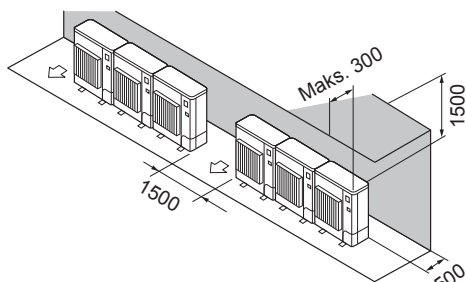

Fig. 2-9
- ② Miejsce ograniczone tylko z tyłu i od góry (Fig. 2-9)